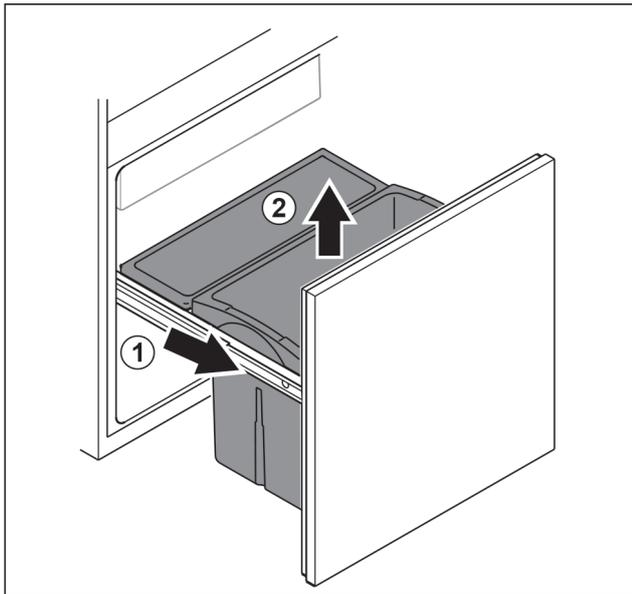

Fig. 30
- ▶ Auszugswagen vollständig herausziehen Fig. 30 (1).
- ▶ Schubfach nach oben entnehmen Fig. 30 (2).